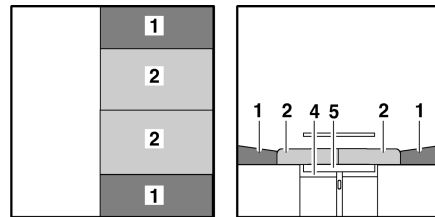

Bild 101 Nach dem Umbau
- Die Sitzpolster (Bild 101,2) zur Mitte ziehen.
- Die Rückenpolster (Bild 101,1) zwischen die Sitzpolster und die Wand legen.
- ▷ Je nach Modell muss an Stelle des zweiten Rückenpolsters (Bild 101,1) ein Zusatzpolster eingelegt werden.